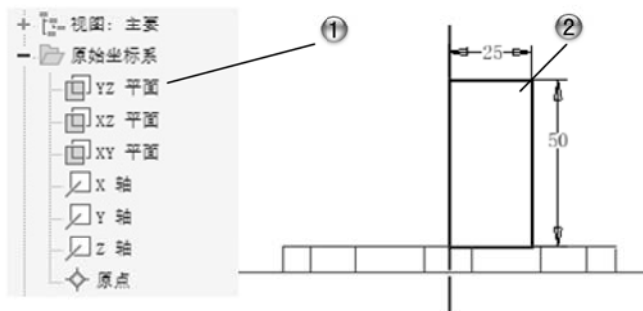

图 1-38 绘制矩形草图
① 选择 YZ 平面，绘制二维图形。
② 单击【草图】选项卡【创建】面板中的【矩形】按钮, 绘制矩形, 尺寸为 25×50, 如图 1-38 所示。